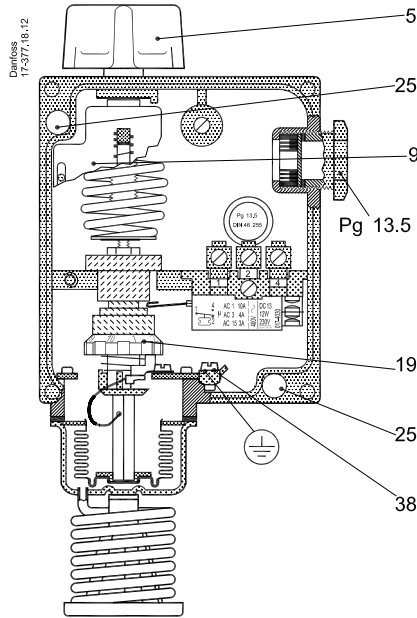
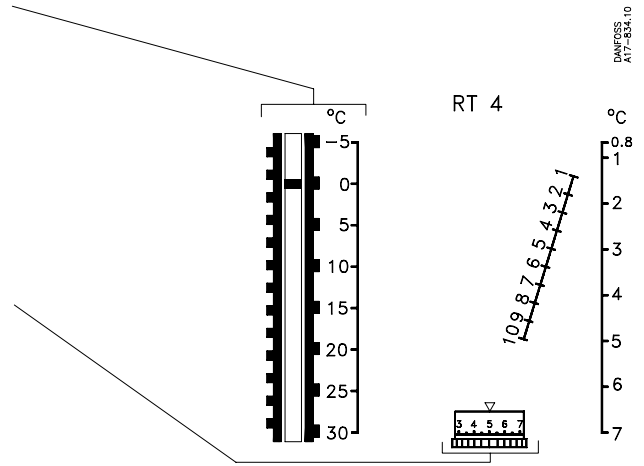

Fig. 1
Fig. 2
by rotating the knob (5) (fig. 1), and at the same time reading the main scale (9) (fig. 1).
The differential is set by rotating the differential adjusting nut (19) (fig. 2) according to the nomogram concerned (fig. 2 – 5).
udføres med håndknappen (5) (fig. 1) under samtidig aflæsning af hovedskalaen (9) (fig. 1). Differensen indstilles med differensrullen (19) (fig. 2) efter det pågældende nomogram (fig. 2 – 5). Højeste aktiveringstemperatur er lig summen af indstillingstemperatur og differens.